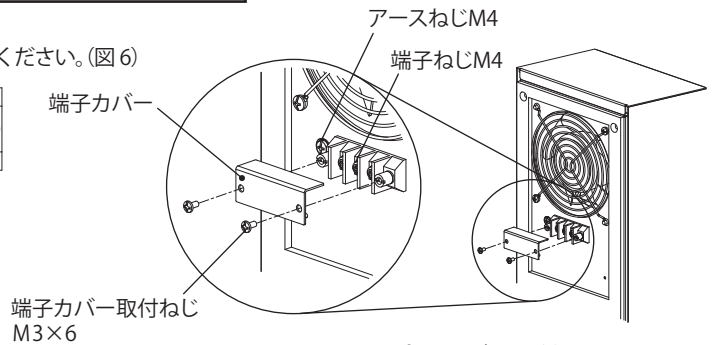

図 6 端子カバー取付
2. 付属の端子カバー取付ねじ M3×6 にて、端子カバーを取り付けてください。(図 6)
1. 端子カバー取付ねじ M3×6 を外し、端子カバーを取り外してください。(5 頁「図 6」を参照)